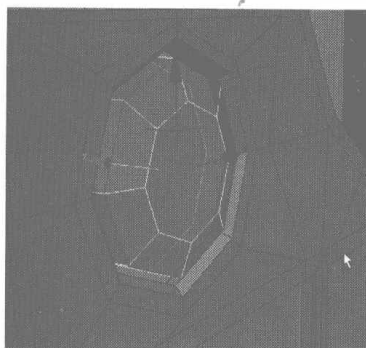

图 4.570
- 35** 选择圆形小按钮上如图 4.570 所示的边线，在 Edit Edges 卷展栏中单击 **Extrude** 右侧的小按钮，在弹出的对话框中设置挤压参数，如图 4.571 所示，圆滑小按钮的边缘，并再在按钮的顶面分别添加两条十字形细分线进行调整，此时的渲染效果如图 4.572 所示。